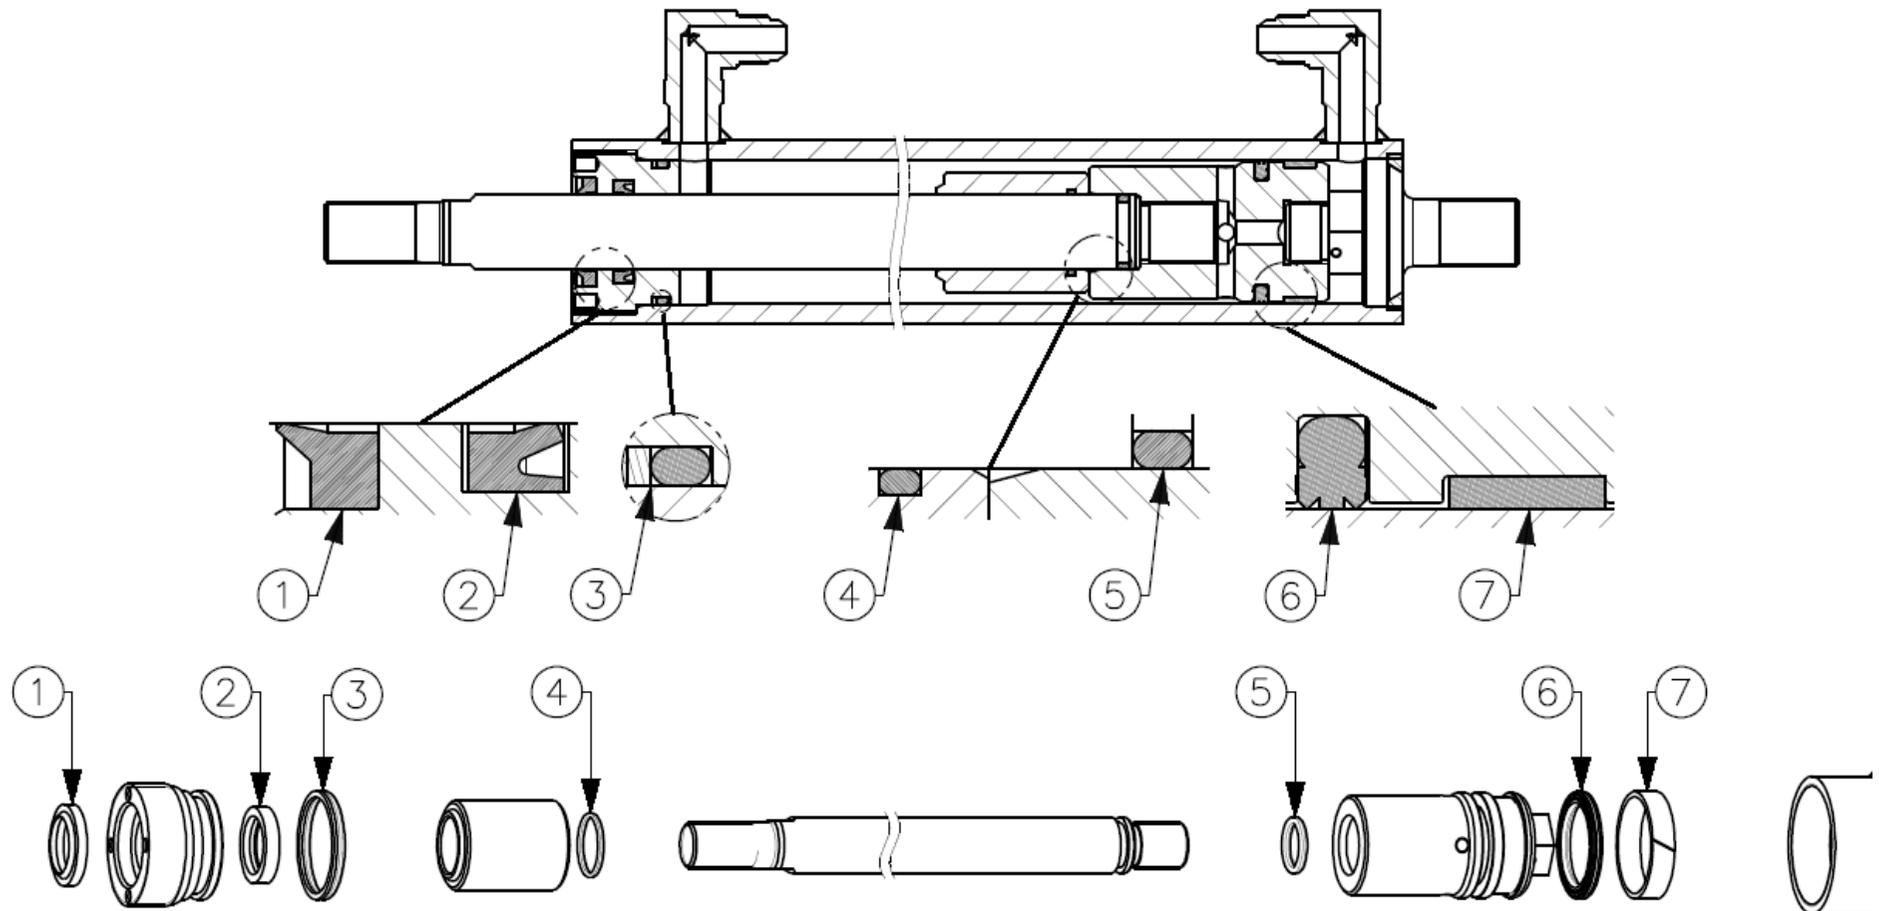

Fig. 041
7.6.3. Montare le guarnizioni come indicato in Fig. 041.